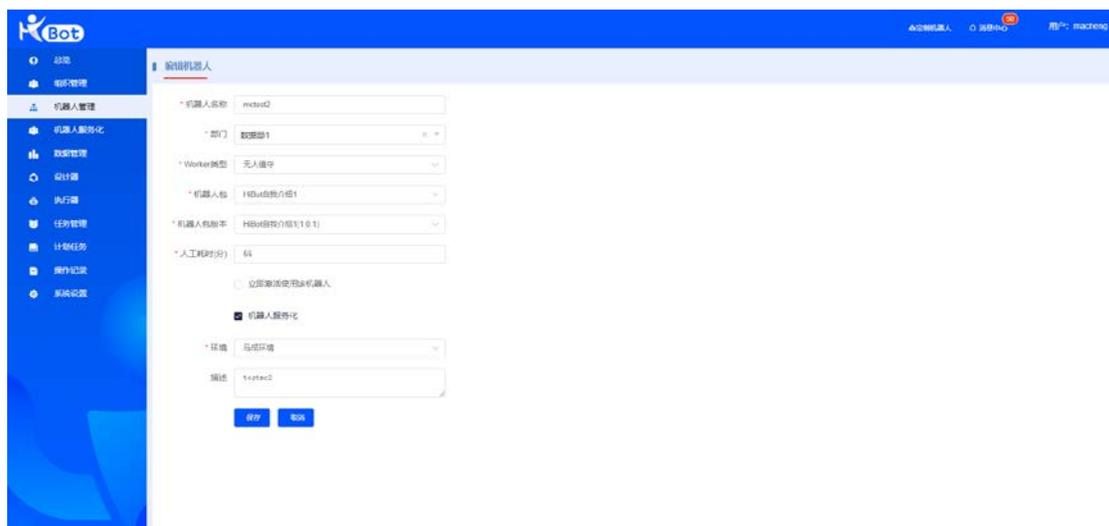

图 33
- 编辑机器人：与新建机器人流程相似，支持修改新建机器人中的全部属性及选项，如图 33.